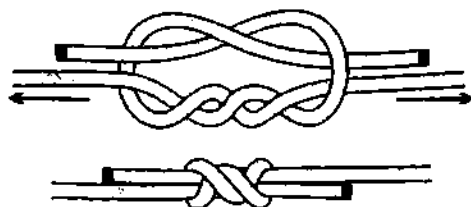

Рис. 808. Хирургический узел.
*Хирургический узел* надёжнее *прямого узла*, так как двойной полуузел в начале вязки вместо одного полуузла намного увеличивает силу трения (рис. 808). Поэтому *хирургический узел* хорошо подходит для гладкой синтетической верёвки, недаром ведь его вяжут хирурги на своих нитях из скользких материалов, у которых он является одним из самых распространённых и надёжных узлов.